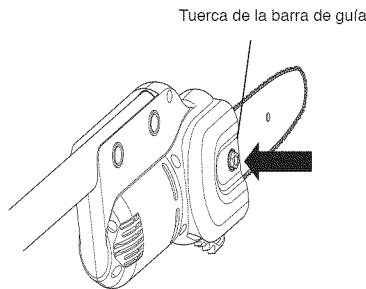

Figura 4 - Para aflojar la tuerca de la barra guía
1. Antes de regular la cadena, asegúrese que la barra guía esté sólo apretada a mano (vea la Figura 4).